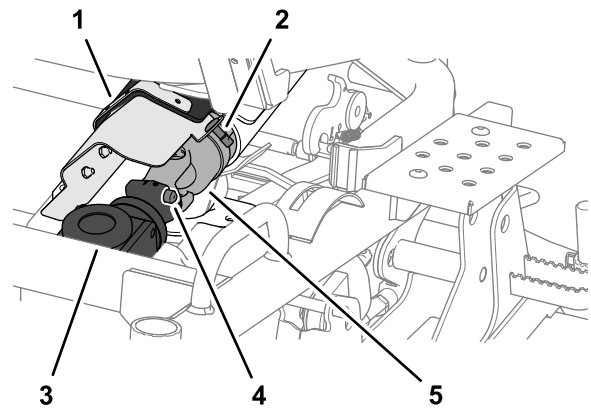

Figura 112
1. Ruotate il fissaggio a un quarto di giro e aprite la protezione del giunto cardanico dal copricinghia (Figura 112).
2. Scollegate l'estremità anteriore dell'albero di trasmissione dalla scatola a ingranaggi del piatto di taglio premendo il perno a molla e poi tirando all'indietro l'estremità dell'albero di trasmissione (Figura 112).
1. Allineate le scanalature del giunto cardanico dell'albero di trasmissione con le scanalature dell'accoppiamento della scatola a ingranaggi; fate riferimento alla Figura 112 in Come scollegare l'albero di trasmissione dalla scatola a ingranaggi del piatto di taglio (pagina 80).
2. Fate pressione sul perno a molla e poi spingete l'estremità dell'albero motore in avanti; fate riferimento alla Figura 112 in Come scollegare l'albero di trasmissione dalla scatola a ingranaggi del piatto di taglio (pagina 80).
3. Rilasciate il perno a molla e controllate che il giunto cardanico dell'albero di trasmissione sia bloccato nella scatola a ingranaggi del piatto di taglio; fate riferimento alla Figura 112 in Come scollegare l'albero di trasmissione dalla scatola a ingranaggi del piatto di taglio (pagina 80).
4. Chiudete la protezione del giunto cardanico e assicuratela al copricinghia con il fissaggio a un quarto di giro; fate riferimento alla Figura 112 in